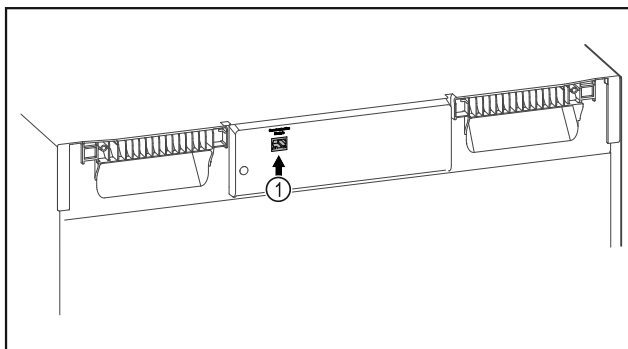

Fig. 120
- SmartModule Fig. 120 (1) установлен.